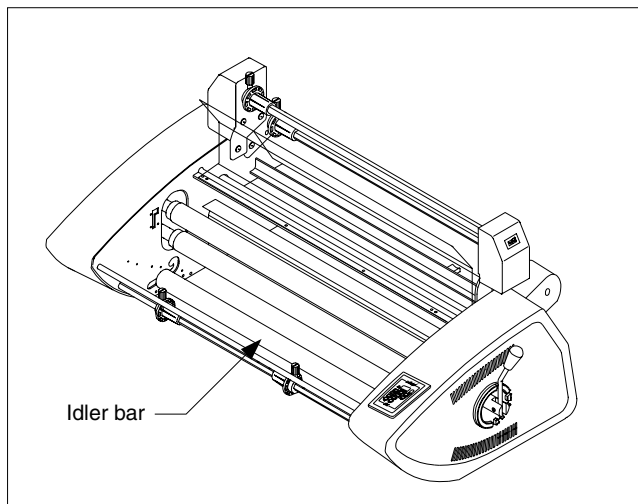
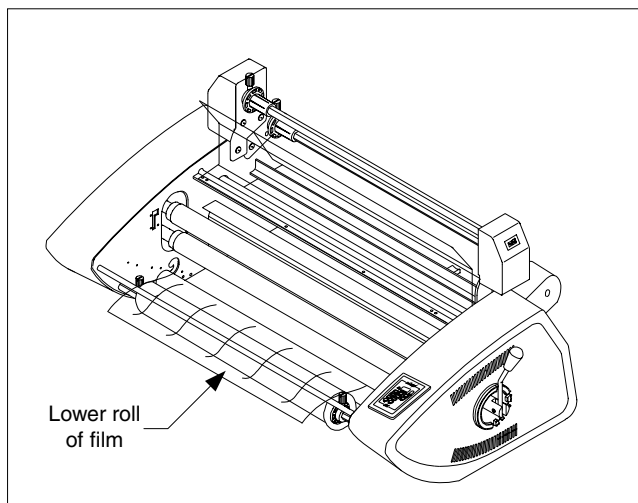
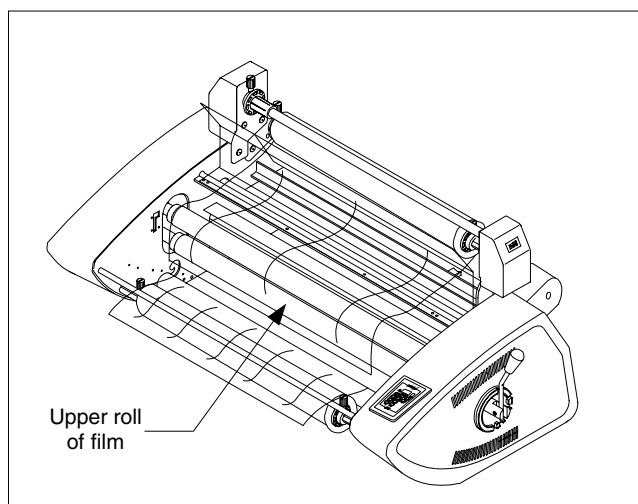

Fig. 13
Fig. 14
Fig. 15
8. Lower the bottom idler bar, (Figure 13).
11. Unroll 2 ft. (61 cm) of film. Push the leading edge under and around bottom film guide. Slide film guide back into place and drape film over the front support for the feed table, (Figure 14).
13. Unroll 2 ft. (61 cm) of film. Drape the film over the top idler bar for poly-in film and under the bar for poly-out film. Completely cover both heat rollers, (Figure 15).
| <p>5. STOP (STOPP) drücken, wenn die Bahn die Heißwalzen passiert hat.</p> <p>6. Schutzschild entfernen.</p> <p>7. Anlegetisch entfernen.</p> <p>8. Die untere Leitstange absenken (Abb. 13).</p> <p>9. Die untere Folienwelle entfernen, indem diese nach rechts geschoben wird, bis das linke Ende der Welle die sechseckige Bremsnabe passiert hat. Die Sicherungsschraube am Sicherungsansatz auf der linken Seite der Welle lösen und den Ansatz entfernen. Die Welle teilweise aus dem Folienrohr herausziehen, dann so zurückstoßen, dass der linke Adapter heraus gestoßen wird. Die Welle vollständig herausziehen und das Rohr um 180 Grad drehen. Mit der Welle den verbleibenden Adapter heraus stoßen.</p> <p>10. Einen der Adapter auf der rechten Seite einer neuen Folienspule einführen und sicherstellen, dass die Folie von unten abrollt, wenn es sich um eine Poly-In Folie handelt und von oben bei einer Poly-Out Folie. Die Welle von der rechten Seite her in den Adapter und das Rohr einschieben. Den anderen Adapter auf der aus der linken Seite herausragenden Welle aufsetzen, den Sicherungsansatz wieder einsetzen und die Sicherungsschraube anziehen.</p> <p>11. Ca. 60 cm (2 Fuß) der Folie abrollen. Die Vorderkante unter und um die untere Folienführung herum führen. Die Folienführung wieder in die Ausgangsstellung zurückschieben und die Folie über die vordere Stütze des Anlegetisches hängen (Abb. 14).</p> <p>12. Die obere Folienspule aus dem Laminiergerät herausnehmen. Schritte 9 und 10 wiederholen und sicherstellen, dass eine Poly-In Folie von unten, und eine Poly-Out Folie von oben abrollt, wenn die Welle wieder im Gerät eingesetzt ist.</p> <p>13. Ca. 60 cm (2 Fuß) der Folie abrollen und diese bei Poly-In Folien über die obere Leitstange hängen und bei Poly-Out Folien unter der Leitstange durchführen. Beide Heißwalzen sollen vollständig bedeckt sein (Abb. 15).</p> | <p>5. Druk op STOP zodra de baan de warmterollers heeft gepasseerd.</p> <p>6. Verwijder de beschermkap.</p> <p>7. Verwijder de invoertafel.</p> <p>8. Laat de onderste vrijlooprol zakken (zie afb. 13).</p> <p>9. Verwijder de onderste filmkoker door deze naar rechts te schuiven totdat de linkerkant van de koker vrijkomt van de zeskantige remnaaf. Draai de borgschroef van de linker steunkraag van de filmtoevoerrol los en schuif de kraag eraf. Trek de koker gedeeltelijk uit de filmhuis en duw deze daarna weer naar binnen om de linker kernadapter eruit te tikken. Trek de gehele koker uit de filmhuis en draai de buis 180 graden. Gebruik de koker om de andere kernadapter eruit te tikken.</p> <p>10. Schuif één kernadapter aan de rechterkant in de nieuwe filmrol en vergewis u ervan dat de film afrolt, van onderaf bij Poly-In film en van bovenaf bij Poly-Out film. Schuif de filmkoker vanaf rechts in de kernadapter en de buis. Plaats de andere kernadapter op de koker, zodanig dat deze vanaf links naar buiten steekt en vervang daarna de steunkraag. Draai de borgschroef vast.</p> <p>11. Rol ongeveer 61 cm film af. Duw de voorste rand onder en rondom de onderste filmgeleider. Schuif de filmgeleider terug op zijn plaats en drapeer de film over de voorste steun van de invoertafel (zie afb. 14).</p> <p>12. Verwijder de bovenste filmtoevoerrol uit de laminator. Herhaal stap 9 en 10 en zorg ervoor dat de film van onderaf afrolt nadat de filmkoker is teruggeplaatst in de laminator.</p> <p>13. Rol ongeveer 61 cm film af. Drapeer de film over de bovenste vrijlooprol bij Poly-in film en onder de balk bij Poly-out film en zorg dat beide warmterollers volledig worden bedekt (zie afb. 15).</p> | <p>5. Appuyez sur la touche STOP après que le lé soit sorti des rouleaux chauffants.</p> <p>6. Retirez le capot de protection.</p> <p>7. Retirez la table d'alimentation.</p> <p>8. Abaissez la barre de transfert inférieure (figure 13).</p> <p>9. Retirez la bobine de film inférieure en faisant glisser l'axe vers la droite pour le libérer du moyeu de frein. Desserrez la vis de gauche maintenant le collier de fixation sur l'axe, faites glisser le collier pour le dégager. Sortez partiellement l'axe de la bobine de film, puis repoussez-le pour dégager l'adaptateur de mandrin gauche. Tirez complètement l'axe et faites tourner le tube de 180 degrés. Utilisez l'axe pour dégager l'adaptateur de mandrin restant.</p> <p>10. Insérez un des adaptateurs de mandrin dans le côté droit d'une nouvelle bobine de film en vous assurant que la bobine se déroule du bas pour du film "Poly-In" ou du haut pour du film "Poly-Out". Glissez, par la droite, l'axe de chargement de bobine dans l'adaptateur de mandrin et le tube. Positionnez l'autre adaptateur de mandrin sur l'axe en le dégageant par la gauche puis remplacez le collier de fixation. Resserrez la vis.</p> <p>11. Déroulez 61 cm de film. Poussez le bord du film sous et autour le guide de film inférieur. Remettez le guide de film en place et drapez le film sur le support frontal de la table d'alimentation (figure 14).</p> <p>12. Retirez le rouleau d'alimentation supérieur. Répétez les étapes 9 et 10 ci-dessus en vous assurant que le film se déroule du bas après que l'axe de bobine de film ait été remis en place.</p> <p>13. Déroulez 61 cm de film. Passez le film au-dessus de la barre de transfert supérieure pour le film "Poly-in" et sous la barre pour le film "Poly-out". Recouvrez complètement les rouleaux chauffants (figure 15).</p> | <p>5. Oprima STOP (PARAR) después de que la cinta ha atravesado los rodillos térmicos.</p> <p>6. Quite el escudo de seguridad.</p> <p>7. Quite la plataforma de alimentación.</p> <p>8. Baje la barra intermedia inferior (Figura 13).</p> <p>9. Quite el eje inferior para película deslizando el eje hacia la derecha hasta sacar el extremo izquierdo del eje de la campana de freno con forma hexagonal. Afloje el tornillo de fijación a la izquierda, sosteniendo el collar del eje del suministro de película, y deslice el collar para sacarlo. Jale el eje para sacarlo parcialmente del tubo de película, y después reinsértela para hacer salir el adaptador de núcleo de la izquierda. Jale el eje hasta sacarlo completamente y gire el tubo 180 grados. Use el eje para extraer el otro adaptador de núcleo.</p> <p>10. Deslice uno de los adaptadores de núcleo hacia el lado derecho del nuevo rollo de película, asegurándose de que la película se desenrolle desde la parte inferior de la película Poly-In y desde la parte superior de la película Poly-Out. Deslice el eje de la película hacia el adaptador de núcleo y tubo desde el lado derecho. Coloque el otro adaptador de núcleo en el eje que sobresale desde el lado izquierdo, y después coloque nuevamente el collar de retención. Apriete el tornillo de fijación.</p> <p>11. Desenrolle 61 cm de película. Empuje el borde delantero debajo del tope de alineamiento de película inferior y alrededor del mismo. Deslice nuevamente la barra de alineamiento de película hasta colocarla en su lugar y haga pasar la película sobre el soporte frontal para la bandeja de alimentación (Figura 14).</p> <p>12. Quite el rollo de película superior del laminador. Repita los pasos 9 y 10 asegurándose de que la película se desenrolle desde abajo con la película Poly-In, y desde arriba con la película Poly-Out, después de colocar nuevamente el eje para la película en el laminador.</p> <p>13. Desenrolle 61 cm de película. Haga pasar la película sobre la barra intermedia superior con película Poly-In, debajo de la barra con película Poly-Out. Cubra completamente a ambos rodillos térmicos (Figura 15).</p> |